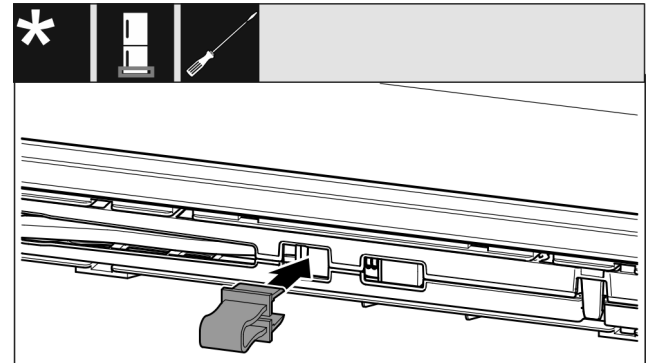

Fig. 14
- ▶ Sicherung in Öffnung einrasten Fig. 14 ().